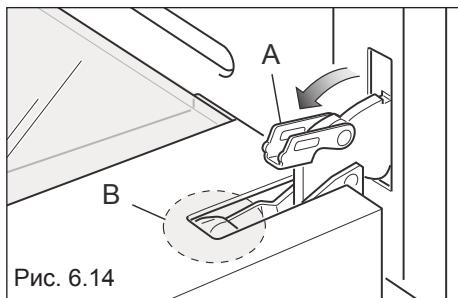
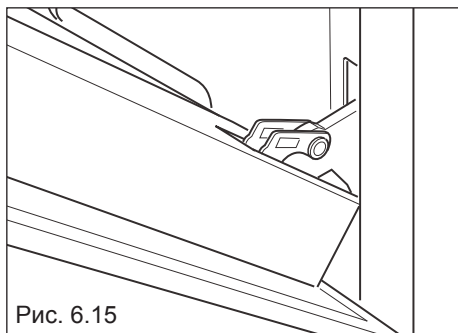

Рис. 6.14
Рис. 6.15
- Полностью откройте рычаг "А" на правом и левом шарнирах (Рис. 6.14).
- Немного закройте дверцу (Рис. 6.15), так чтобы рычаги "А" правого и левого шарниров зацепились за часть "В" дверцы (Рис. 6.14).